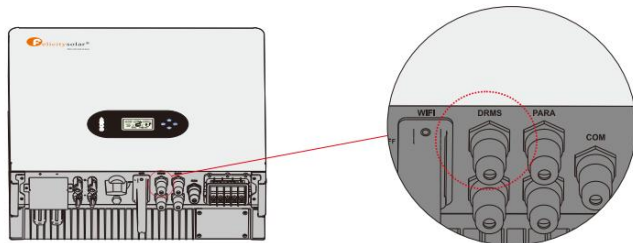

Figura 4.5-1 Interfaz DRMS
Paso 1. Desenrosque esta placa del inversor. Consulte la Figura 4.5-1.